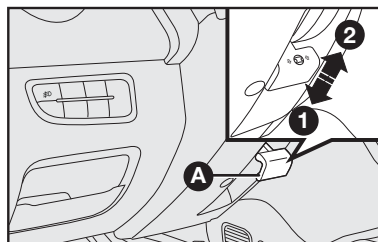

fig. 9
## VOLANTE - fig. 9
- 1) deslocar a alavanca **A**-fig. 9 para a posição **2**-fig. 9.